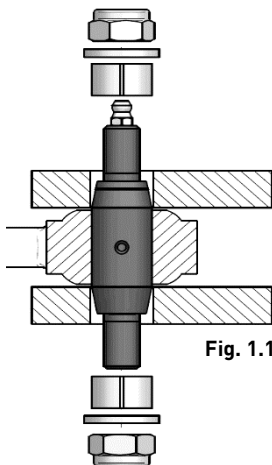
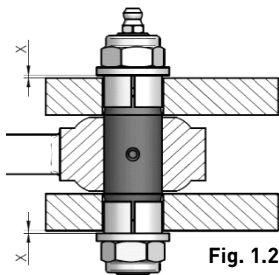

Fig. 1.1
Fig. 1.2
- (1) Désassembler l'Extenderbolt
- (2) Placer le boulon dans le point d'appui (fig. 1.1)
- (3) Monter les douilles, les rondelles et les écrous
- (4) Vérifier la position
- (5) Serrer les écrous en respectant le couple de serrage préconisé
- (6) Contrôler le jeu (fig. 1.2)